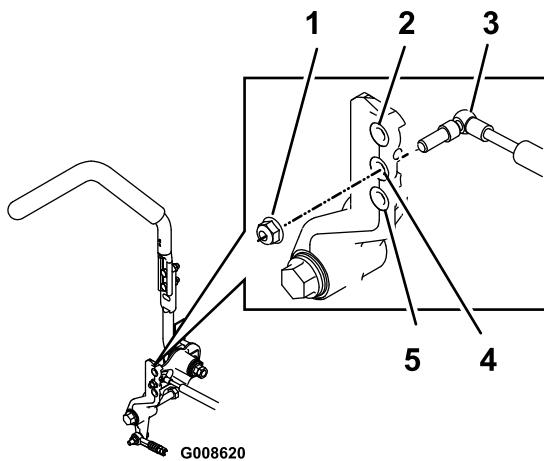

Figura 62
3. Retire la contratuerca, mueva el perno de montaje del amortiguador a la posición deseada e instale la contratuerca. Consulte las opciones de montaje en la Figura 62.